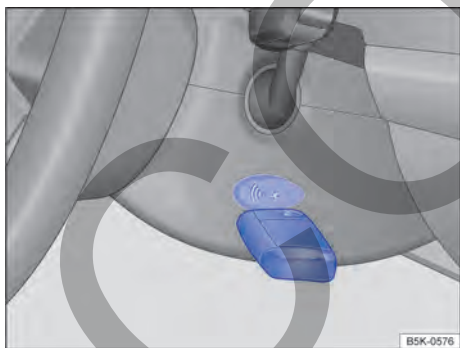

Fig. 90 A la derecha en la columna de dirección: función de arranque de emergencia en vehículos con sistema de bloqueo y de arranque Keyless Access sin llave.
- Mantener la llave del vehículo directamente después de presionar la tecla de arranque a la derecha de la columna de dirección → fig. 90.